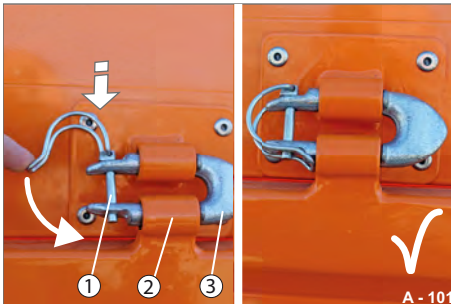

Abb. 108 Scharniere gesichert
- ▶ Stecken Sie den U-Bügel (Abb. 108/3) in die Scharnier-Lager (Abb. 108/2) hinein. Benutzen Sie ggf. ein Kunststoff-Hammer zum Einschlagen des U-Bügels.
- ▶ Stecken Sie den Steckbolzen (Abb. 108/1) von oben in die Bohrungen des U-Bügels (Abb. 108/3).
- ▶ Schwenken Sie den Federbügel (Abb. 108/1) nach unten. Der Bordwandaufsatz-Scharnier ist gesichert.